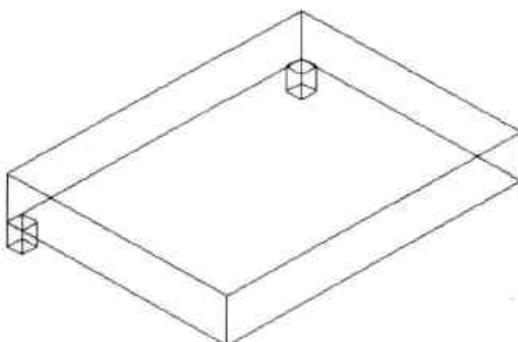

图14-58 镜像复制床腿
**Step05** 按回车键，即可将床腿实体进行镜像复制，如图 14-58 所示。